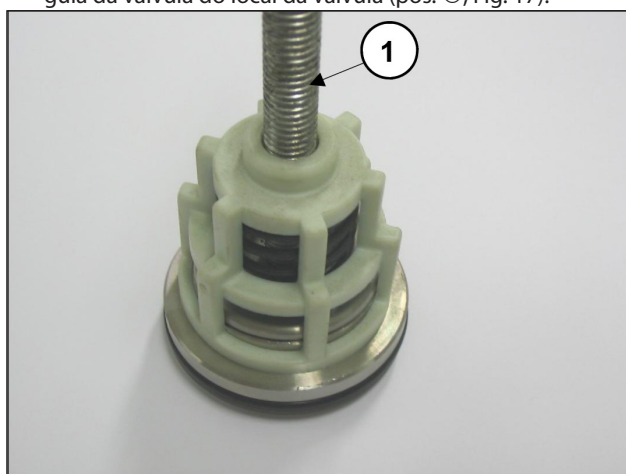

Fig. 17
- Desmonte os grupos da válvula de aspiração e de descarga, apertando um parafuso M10 suficientemente longo, de modo a poder agir na placa da válvula e extrair a guia da válvula do local da válvula (pos. ④, Fig. 17).